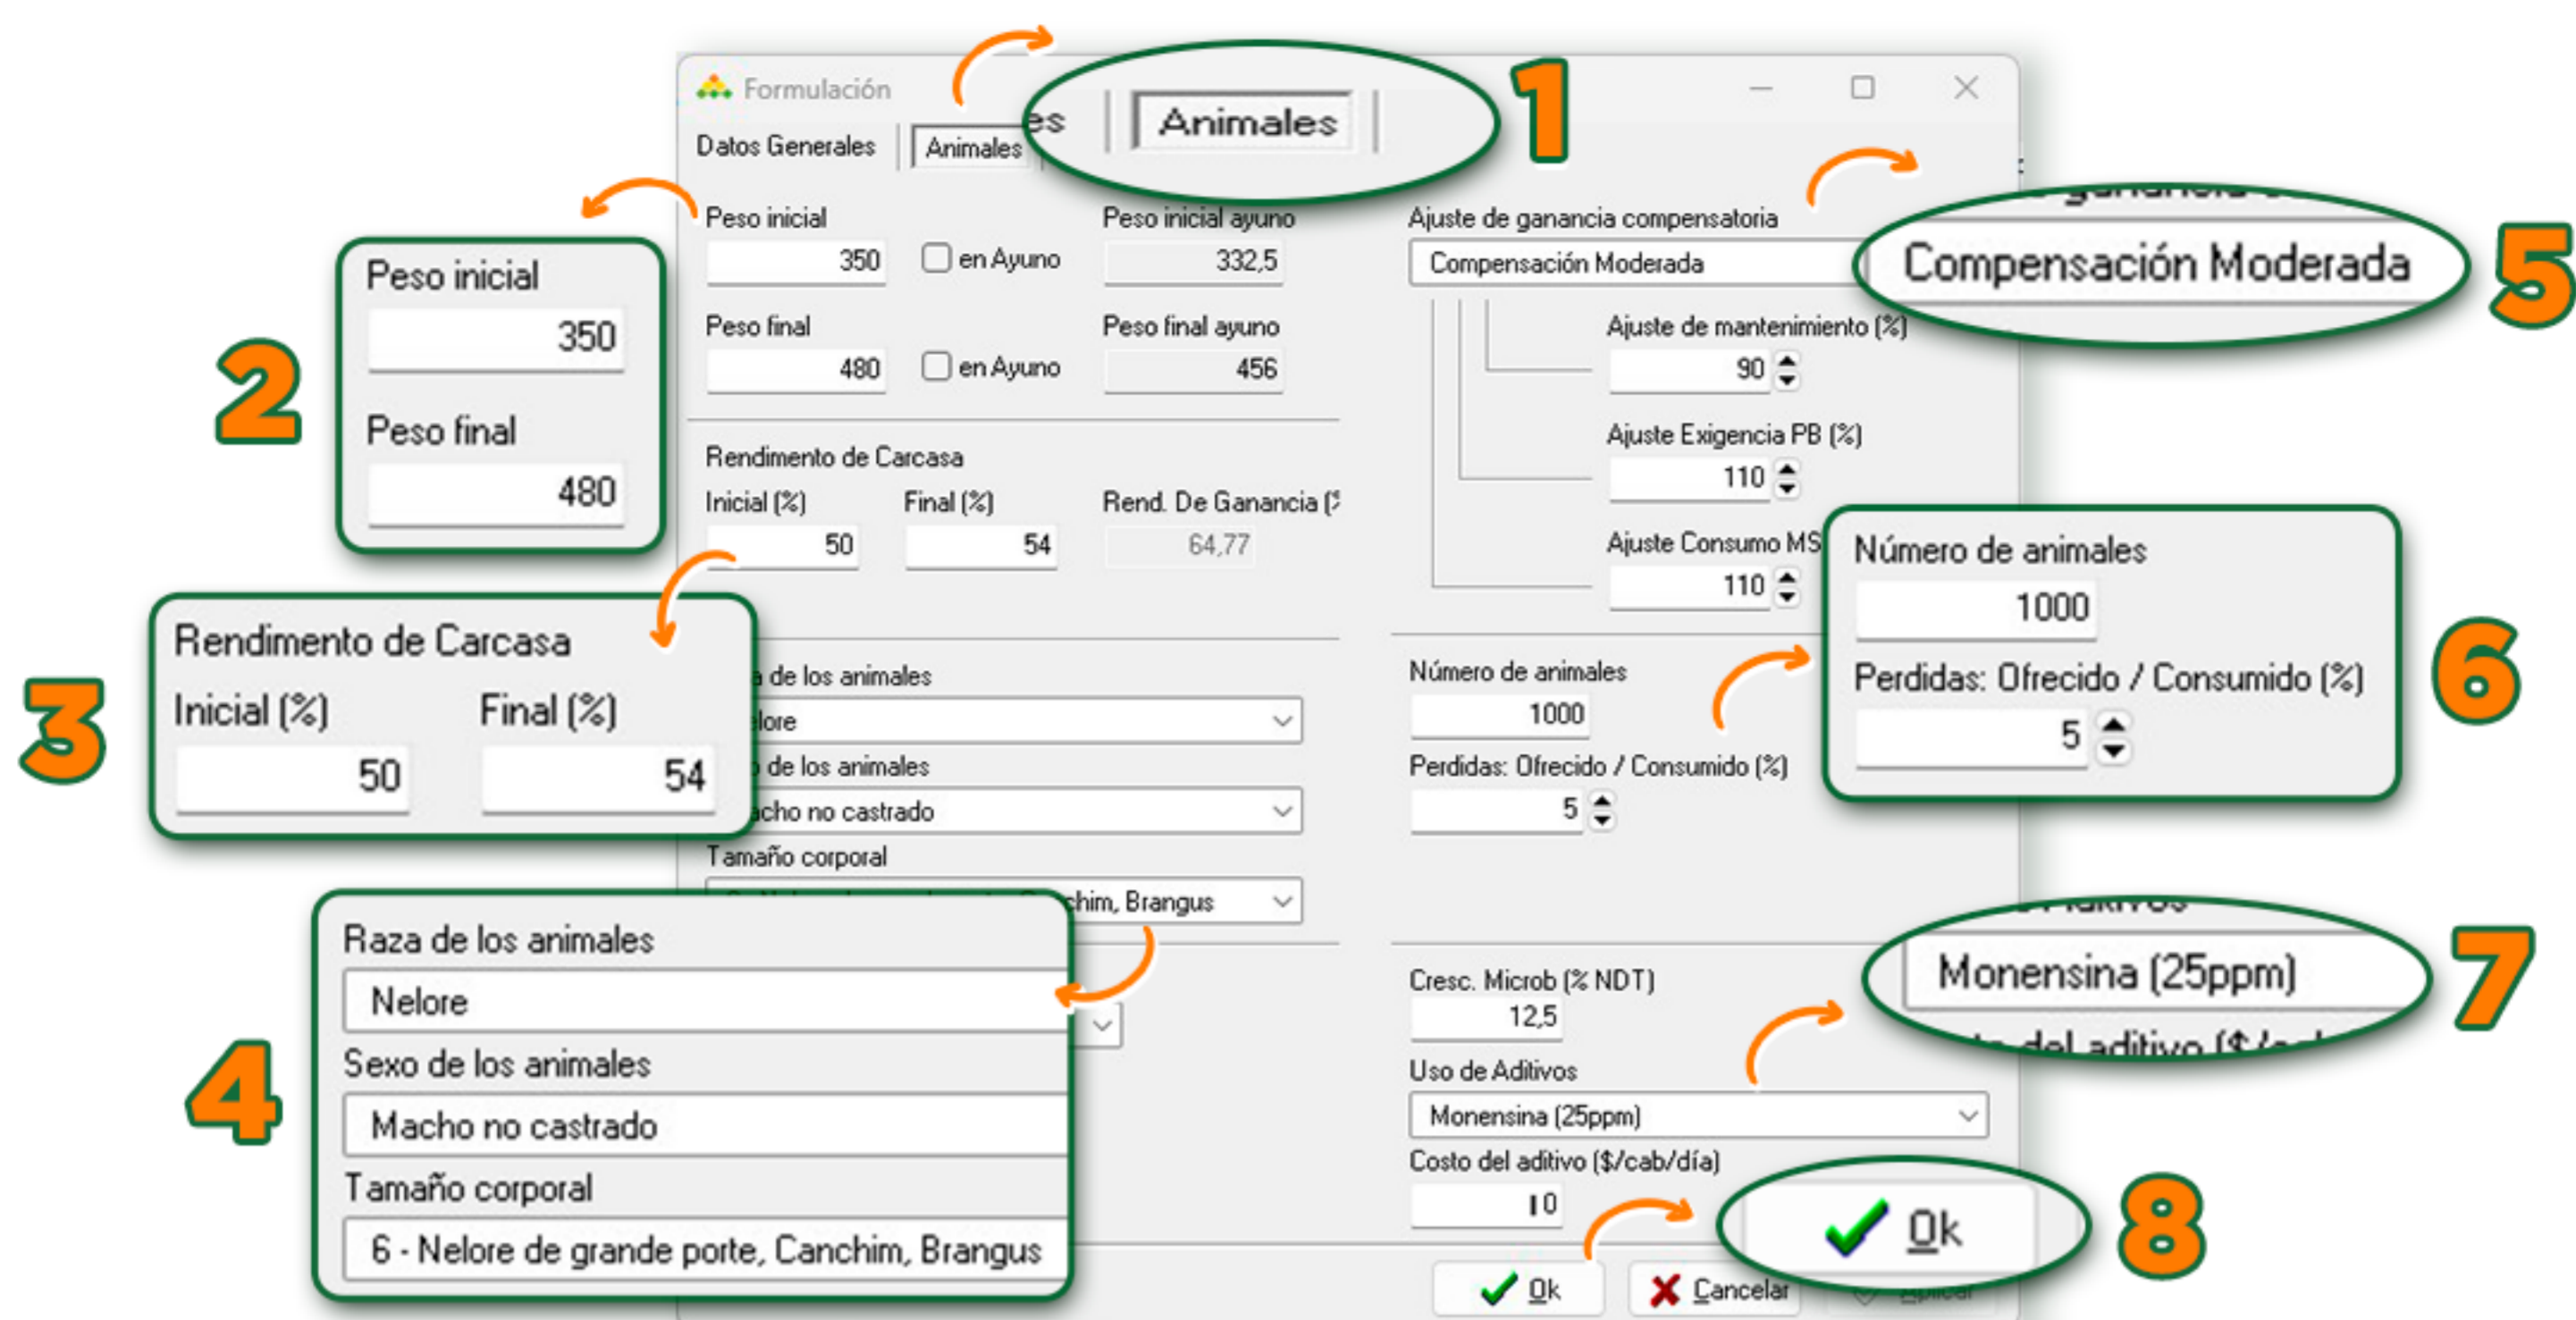

FIGURA 1.6 - DATOS DE ENTRADA: VENTANA "ANIMALES"
A continuación, aparecerá una ventana en la que se insertan los datos de entrada. Complete las dos pestañas, "Datos Generales" (Figura 1.5) y Animales (Figura 1.6), como se ilustra a continuación.
En la Figura 1.6, sobre la base de la información del peso vivo inicial y final (2), el rendimiento de la carcasa inicial y final, se calcula el rendimiento de la ganancia (RG) según la Ecuación 1.